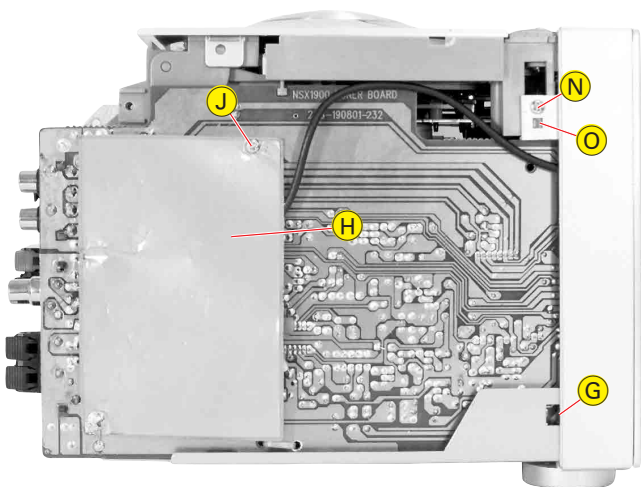
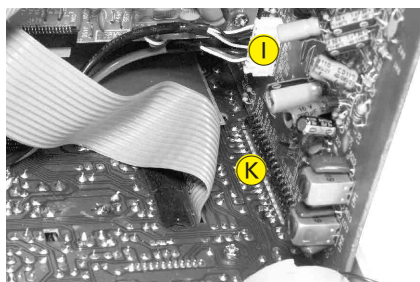

Fig. 4
Fig. 6
- 2 Rastnasen (G) (Fig. 4 und 5) ausrasten.
- Unhook 2 hooks (G) (Fig. 4 and 5).
- Stecker (H) (Fig. 4, unter der Abschirmung) und Stecker (I) (Fig. 6) abziehen.
- Schraube (J) (Fig. 4) herausdrehen.
- Tuner-Platte aus dem Steckverbinder (K) (Fig. 6) herausziehen.
- 2 Schrauben (N) (Fig. 4 und 5) herausdrehen.
- 2 Rastnasen (O) (Fig. 4 und 5) austrasten und CD-Laufwerk abnehmen.
- Unplug connector (H) (Fig. 4, under the shielding) and connector (I) (Fig. 6).
- Undo screw (J) (Fig. 4).
- Pull out the tuner board from the connector (K) (Fig. 6).
- Undo 2 screws (N) (Fig. 4 and 5).
- Unhook 2 hooks (O) (Fig. 4 and 5) and remove the CD drive.